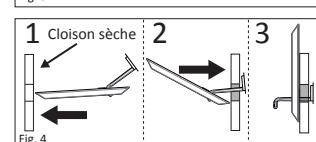

Fig. 4
- Once the bar is completely inside the wall, pull outward/back on the flange and ensure the bar tilts upward behind the wall and straightens upright. The bar should be resting on the back side of the wall and pointing upward with the longest side at the top. (see Figure 4).
12. Une fois la barre complètement insérée dans le mur, tirez la collerette vers l'extérieur/l'arrière et assurez-vous que la barre se redresse puis se stabilise à la verticale derrière le mur. La barre doit s'appuyer à l'arrière du mur en pointant vers le haut, sa partie la plus longue au sommet. (Fig. 4).
12. Una vez que haya introducido la barra completamente en la pared, tire del reborde hacia atrás/afuera y asegúrese de que la barra se incline hacia arriba detrás de la pared y que quede en posición vertical. La barra debe descansar sobre la superficie interior de la pared y estar orientada hacia arriba con el extremo más largo en el extremo superior. (Fig. 4).